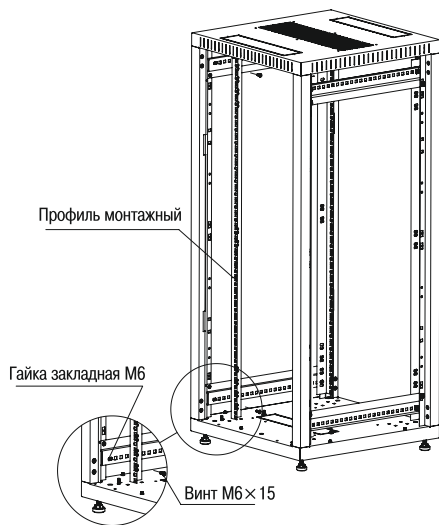

Рисунок 5 – Установка монтажных профилей
4.3.5 Для установки профилей монтажных вертикальных 19" вставьте закладные гайки М6 в квадратные отверстия боковых профилей с внешней стороны шкафа с учетом требуемой полезной глубины, профили монтажные закрепите винтами М6×15 с полукруглой головкой (рисунок 5). Глубина установки профиля монтажного при необходимости регулируется с шагом 20 мм.